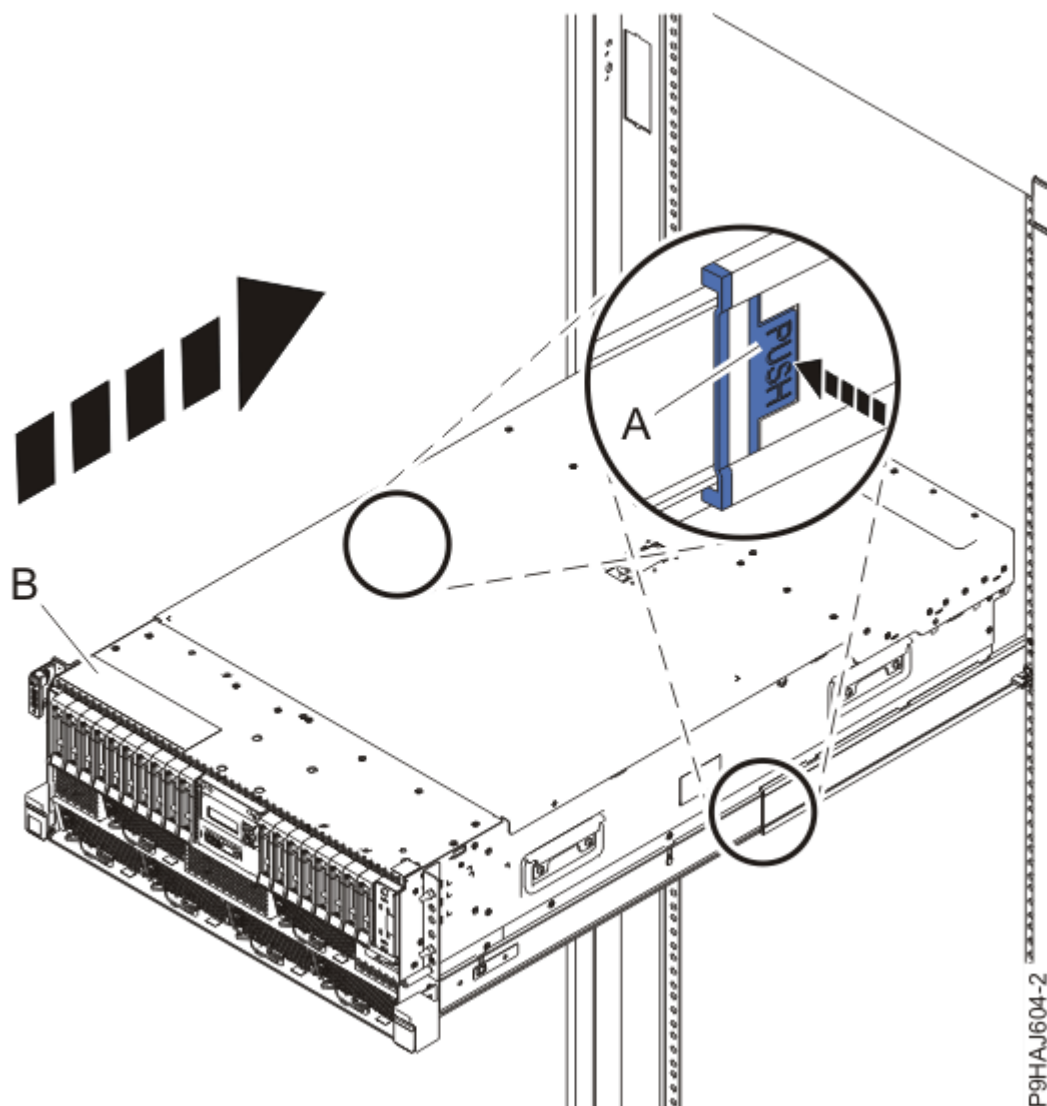

Figura 17. Col·locació del sistema en posició operativa
3. Per un sistema muntat en bastidor, desbloquegeu els pestells de seguretat de les guies de color blau **(A)**, tal com es mostra a la Figura 17 a la pàgina 23, fent-hi pressió cap endins.